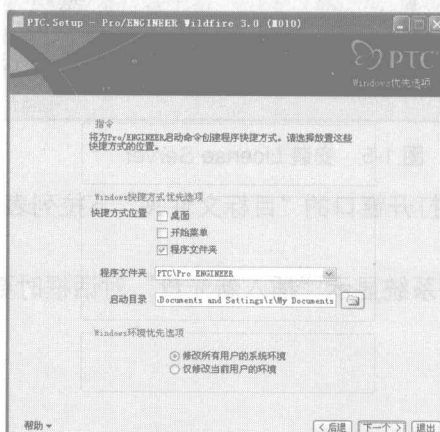

图 1-12 选择快捷方式
(11) 单击 **下一个** 按钮, 在 “Windows 快捷方式优先选项” 对话框中勾选 ☒ **桌面** 复选框, 在桌面上创建程序启动快捷方式, 其他设置不变, 如图 1-12 所示。